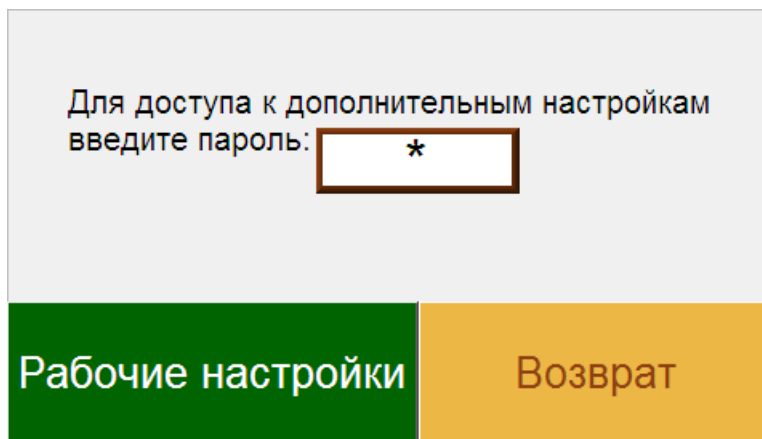

Рисунок 3 – Экран выбора настроек
11.5.1.1 При нажатии на кнопку «Настройки» основного экрана модуля индикации (рисунок 1, кнопка 11) происходит переход на экран выбора настроек (рисунок 3).
А.2.1 Выполнить подготовку к работе (см. п. 10). На основном экране (см. рисунок 1) нажать кнопку «Настройки». На появившемся экране выбора настроек (см. рисунок 3) изменить уровень доступа вводом пароля. При вводе пароля на экране выбора настроек появляются кнопки «Настройка весов» и «Системные настройки панели» (рисунок А.1). Кнопка «Настройка весов» предназначена для перехода к калибровке и настройке весоизмерительного модуля. Кнопка «Системные настройки панели» предназначена для настройки модуля индикации (см. документацию к операторской панели Weintek MT8050iE). ВНИМАНИЕ: ввод неправильных значений настроек панели может привести к неработоспособности модуля индикации.